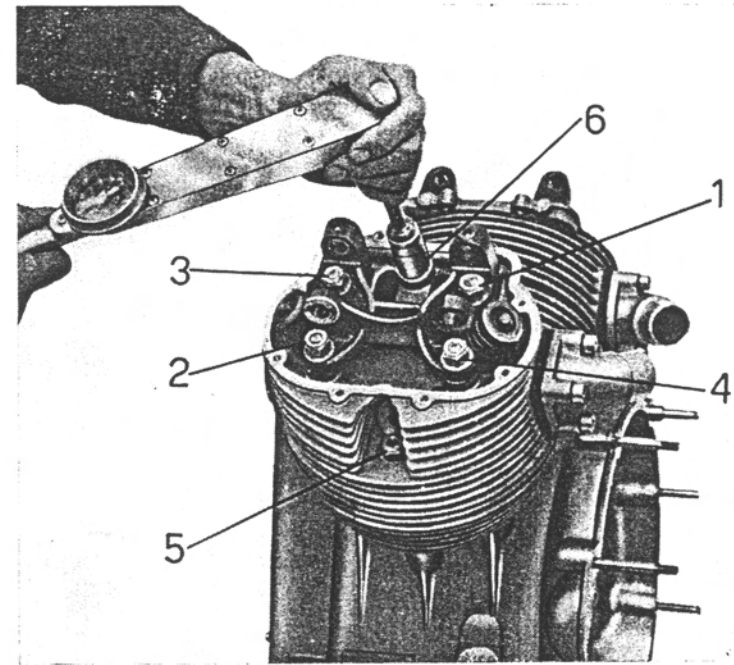

Fig. 25
- Nel montare le teste sui cilindri occorre bloccare i dadi e le colonnette con ordine incrociato (vedere fig. 25 « 1-2-3-4-5-6 ») adoperando apposita chiave dinamometrica con una coppia di serraggio di $\text{kgm } 4 \div 4,5$.